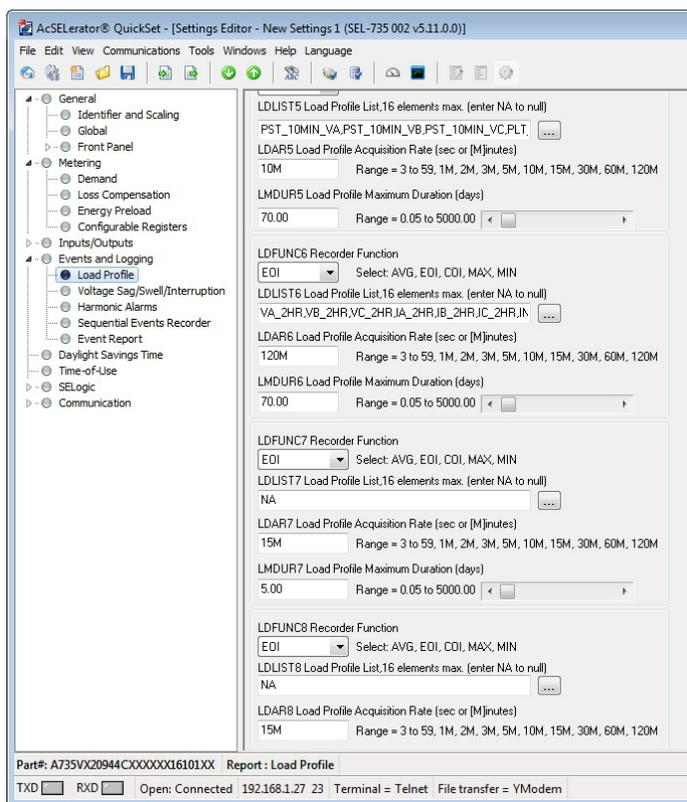

Figura 2 LDPs disponibles en el medidor
Step 1. En el formato de configuración del medidor, ir a la plantilla del lado izquierdo y buscar Events and Logging > Load Profile; dentro de Load Profile Settings seleccionar el LDP que esté disponible (Figura 2). Para nuestro caso práctico, trabajaremos con el LDP7